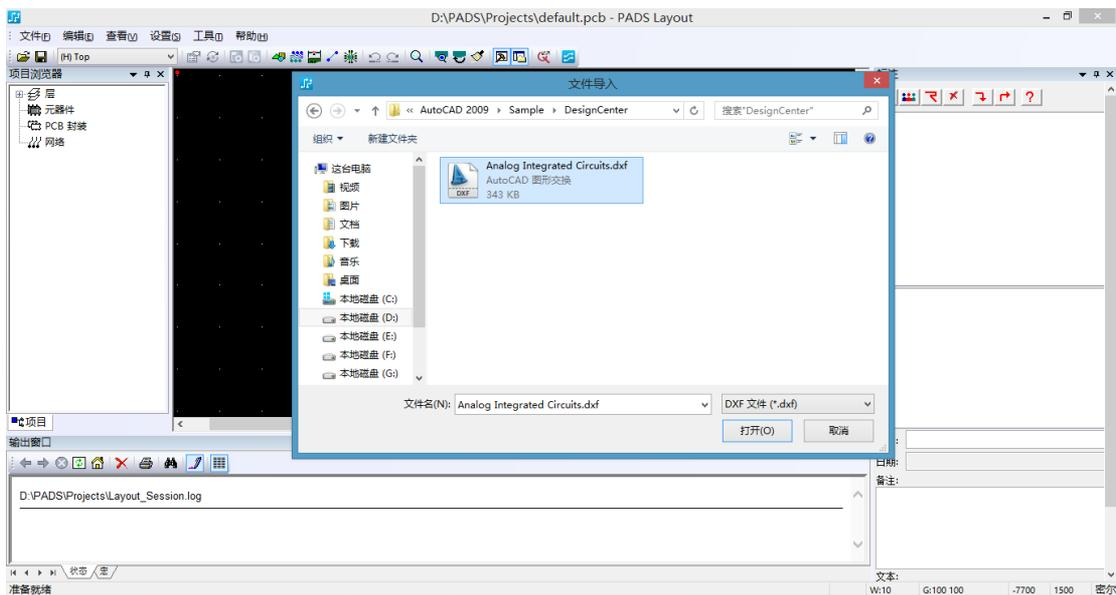

图 6-54 选择要导入的文件
(7) 弹出如图 6-54 所示的“文件导入”对话框。在文件类型下拉列表框中选择.dxf 文件。选中刚才在 AutoCAD 中保存的.dxf 文件。